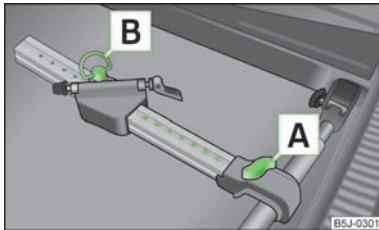

Abb. 52
- › Die Schraube **A** » Abb. 52 etwas herausziehen und den Längsträger (Alu-Teil) zum Querträger schieben, bis die Fassung einrastet.
- › Die Schraube **A** » Abb. 52 lösen und den Fahrradträger zusammen mit dem befestigten Fahrrad nach links schieben, sodass es zwischen dem Lenker und dem Seitenfenster des Gepäckraums zu keiner Kollision kommen kann.